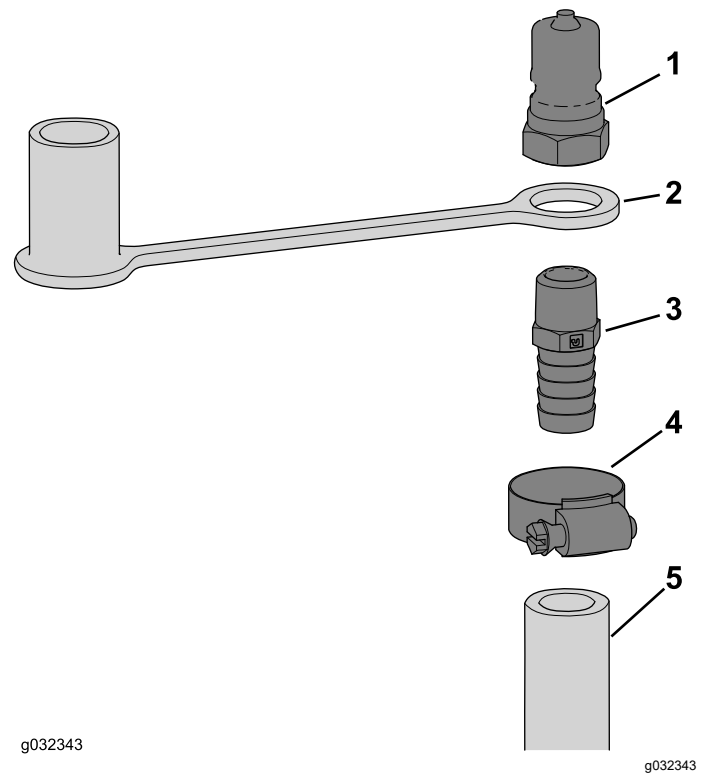

Figura 8
2. Coloque el tapón guardapolvo en el extremo roscado del acoplamiento recto (Figura 8).
3. Enrosque el acoplamiento recto (espiga de $\frac{3}{8}$ NPT x 0.625) en el acoplamiento macho (Figura 8).